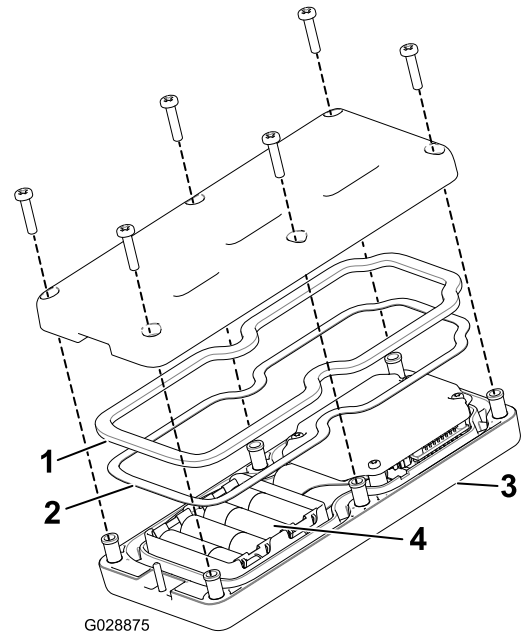

Figura 21
2. Coloque las baterías en su alojamiento observando la polaridad correcta. El alojamiento lleva marcas de polaridad para cada terminal grabadas en relieve (Figura 21).
remoto de mano y coloque la tapa trasera (Figura 21).
4. Ajuste la cubierta con 6 tornillos (Figura 21) y apriételos a entre 1,5 y 1,7 N·m.